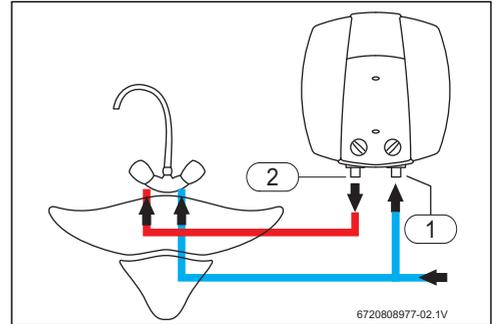

Fig. 7 Instalación por sobre el lavabo
- ▶ Para evitar confusiones, identifique convenientemente las conducciones de agua fría y de agua caliente (fig. 7 y 8).